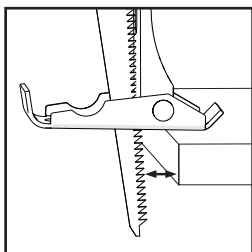

Fig. 9
- S'assurer que la plaque de contact de la pièce est bien en contact avec la pièce mais que la lame ne l'est pas. **(Fig. 9)**.